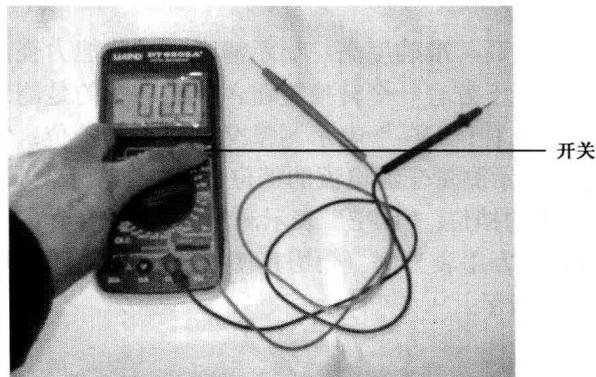

图1-36 将电源开关置于“ON”位置
(1) 如图 1-36 所示，使用前，应认真阅读万用表的使用说明书，熟悉电源开关、量程开关、插孔、特殊插口的作用。
(2) 按图 1-36 所示将电源开关置于“ON”位置。